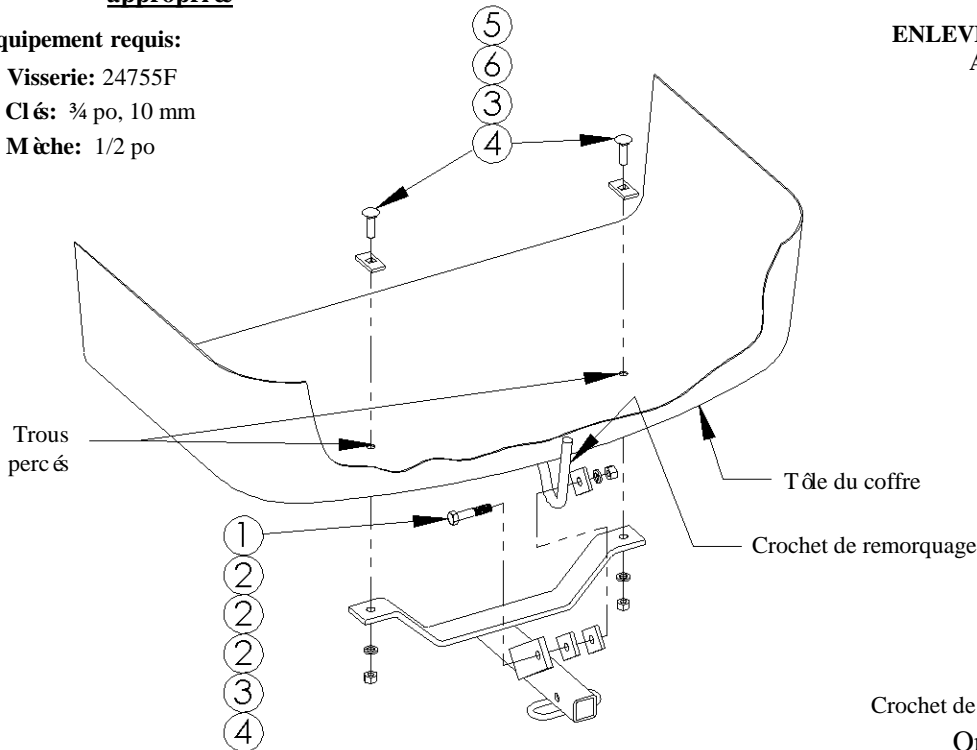

Figure 1
①	Qté (1)	Boulon hexagonal, 1/2"-13 x 2-1/2"	④	Qté (3)	Écrou hexagonal, 1/2"
②	Qté (3)	Espaceur, 1/4" x 1-1/2" x 2"	⑤	Qté (2)	Boulon de carrosserie, 1/2"-13 x 1-3/4"
③	Qté (3)	Rondelle frein, 1/2"	⑥	Qté (2)	Espaceur, 1/4" x 1" x 2"
- Fixer l'attelage au crochet de remorquage comme illustré à la figure 1. Orienter les espaceurs par rapport au crochet de remorquage comme illustrés aux figures 2 et 3.
- Fixer l'attelage à la tôle du coffre à l'aide des boulons de carrosserie, des espaceurs, des rondelles freins et des écrous comme illustré à la figure 1.